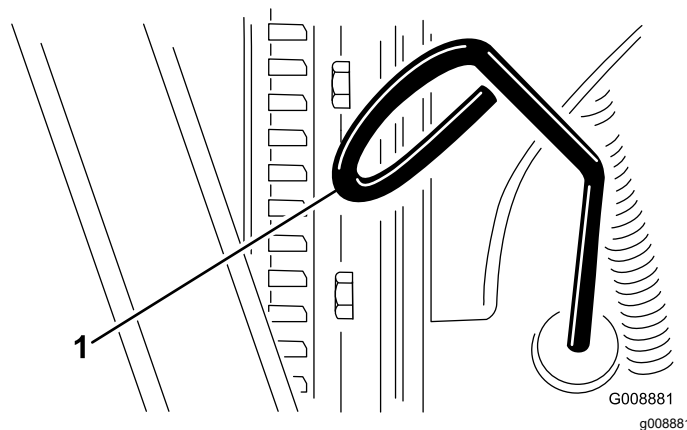

Figura 59
3. Togliete l'asta di livello, asciugatela e reinseritela (**Figura 59**).